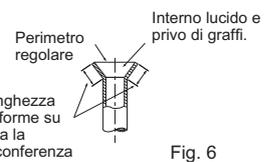

Fig. 6
- Confrontare la svasatura con la Fig. 6.